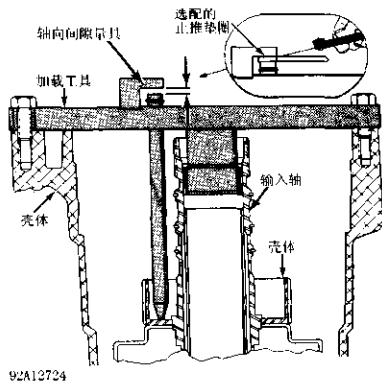

图 2-14 检查输入离合器壳体轴向间隙
入离合器壳体和轴总成安装在变速驱动桥壳体内。在变速驱动桥壳体上安装加载工具 (J-26958) (图 2-14)。
3) 安装变速器止推垫圈、推力轴承和后部外伸壳体。使用轴向间隙量具 (J-33386) 测量输入离合器壳体的轴向间隙。记录下测量值, 以备在重装过程参考 (图 2-14)。